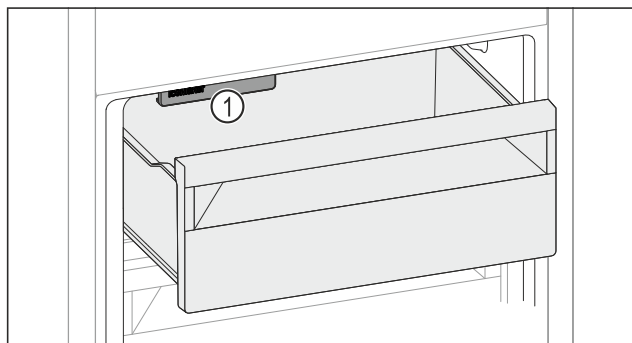

Fig. 162
- ▶ 请考虑 IceMaker Fig. 162 (I)。